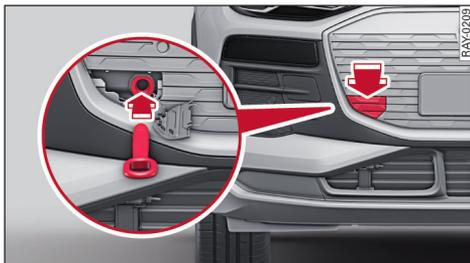

图 136 前保险杠：旋入拖车环
- ▶ 短促有力地向内按封盖 ⇨ 图 136。封盖从保险杠上自行脱开。